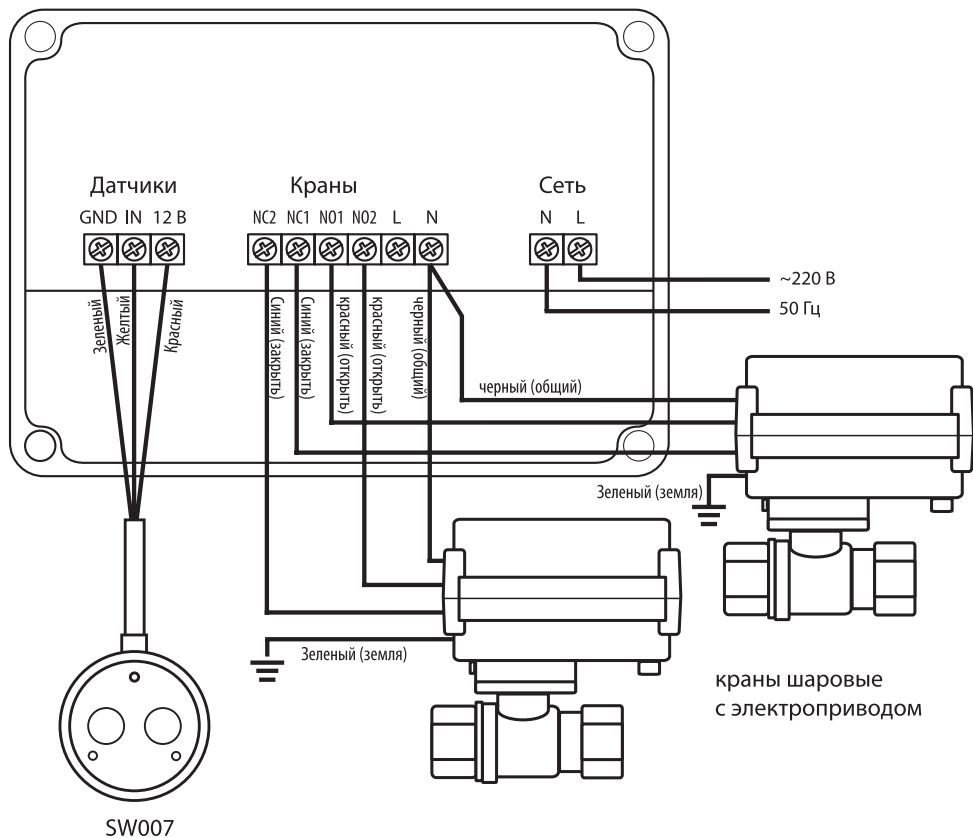

Рис. 3. Схема подключения датчиков, кранов с электроприводом 220 В к модулю управления Base
- Выполните соединение проводов в соответствии со схемой подключения в зависимости от того, какие краны с электроприводом вы используете (рис. 3).
Схема установки крана шарового с электроприводом приведена на рис. 3. Кран шаровой с электроприводом предназначен для блокировки водоснабжения и отопления в случае протечки.